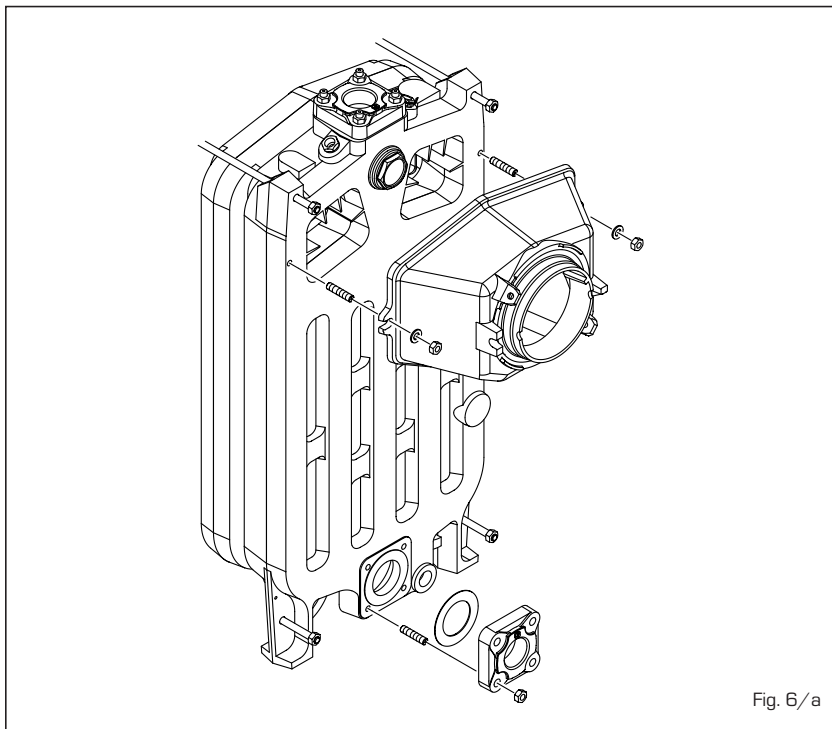

Fig. 6/a
- preparar la cabecera posterior, colocando los biconos (fig. 6) después de haberlos limpiado y lubricado con
- montar la cámara de humo y la brida como indica la fig. 6/a.